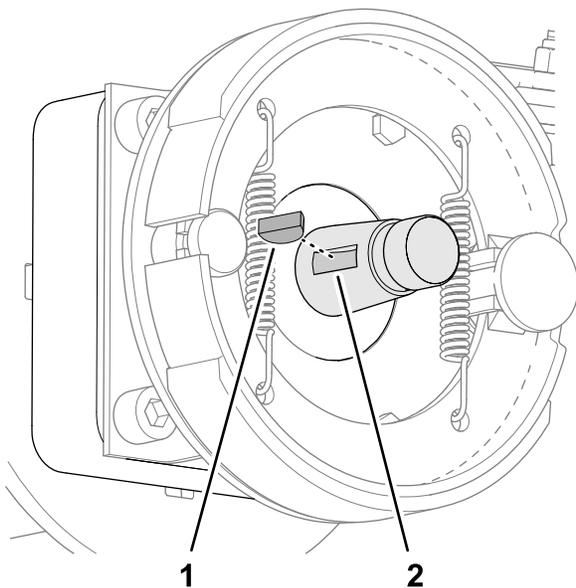

Рисунок 77
5. Снимите сегментную шпонку с вала мотор-колеса (Рисунок 77).